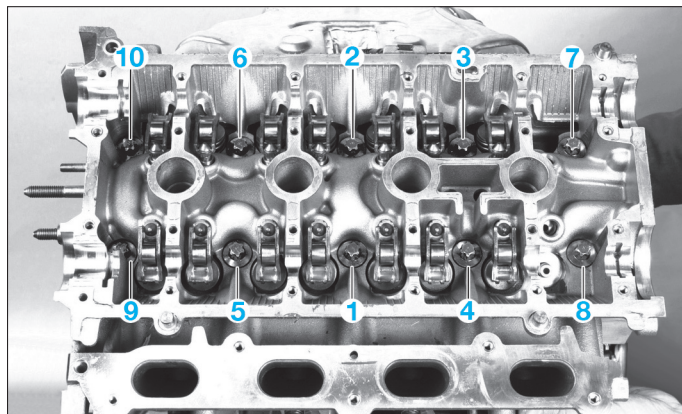

FIG. 33
- Desserrer les vis de fixation de la culasse dans l'ordre inverse du serrage puis les déposer (fig. 33).
- Effectuer le serrage de la culasse dans l'ordre et au couple préconisé (fig. 33).